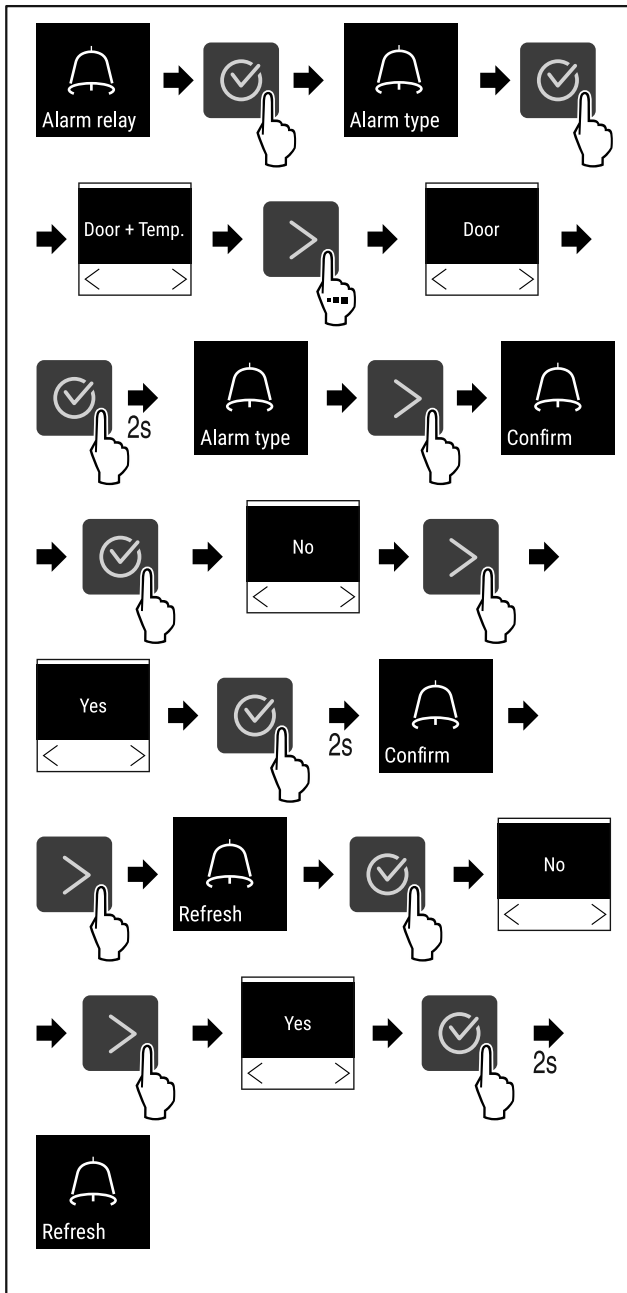

Fig. 109
- ▶ Efectuați pașii de acțiune (vezi Fig. 109).